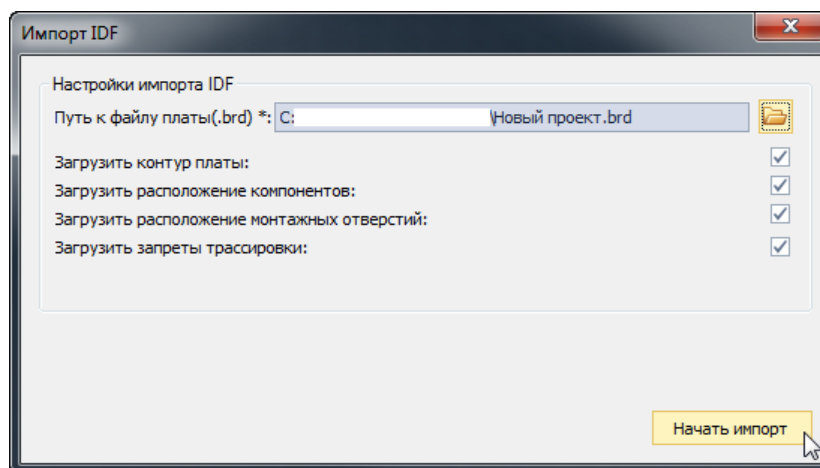

Рис. 70 Импорт в формате idf
4. Указать в окне «Импорт IDF» путь к файлу, из которого необходимо импортировать данные, см. Рис. 70.